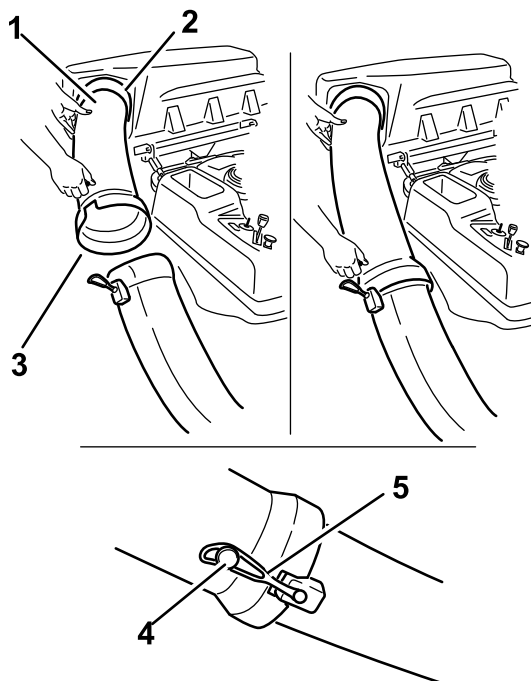

Figura 41
1. Deslize a extremidade curva do tubo de descarga para a abertura da parte superior do depósito de recolha de relva (Figura 41).
2. Deslize a extremidade grande do tubo de descarga sobre a extremidade da calha. Mova a fita de retenção de borracha nos encaixes da calha para a cavilha no tubo de descarga para a prender (Figura 41).